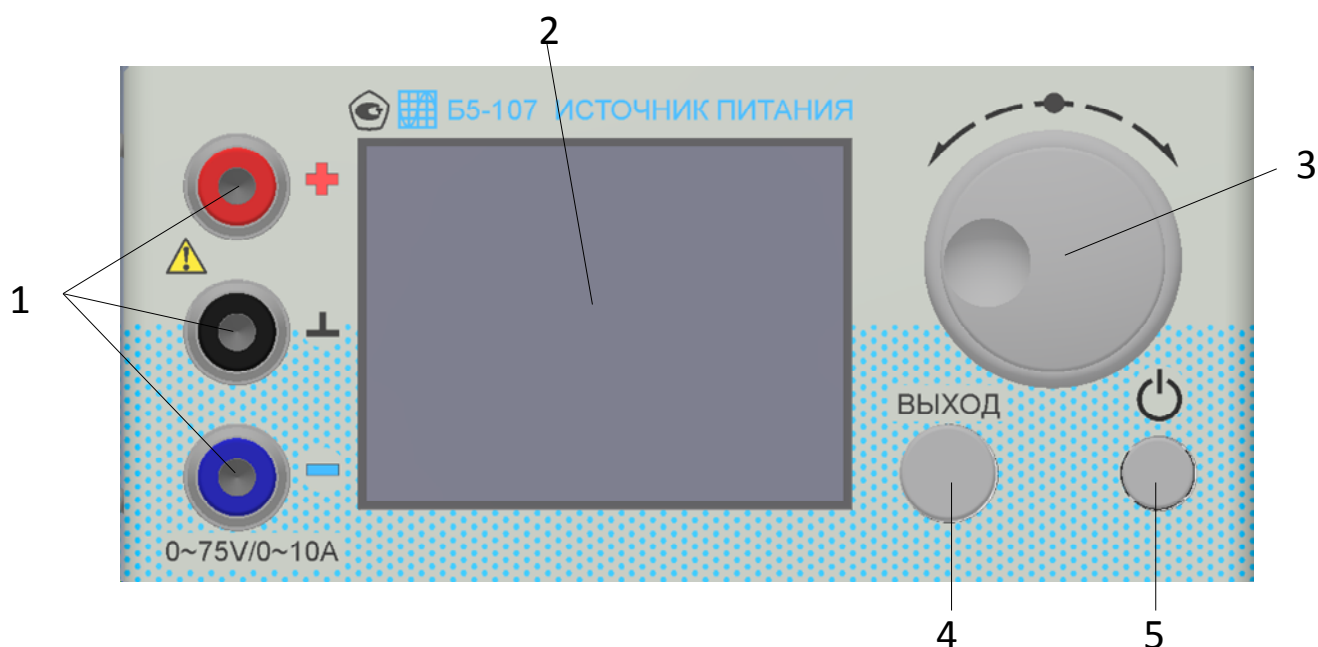

Рисунок 3. Расположение органов управления передней панели
2.2.4.1 На передней панели источника питания (см. рисунок 3) расположены следующие органы управления: